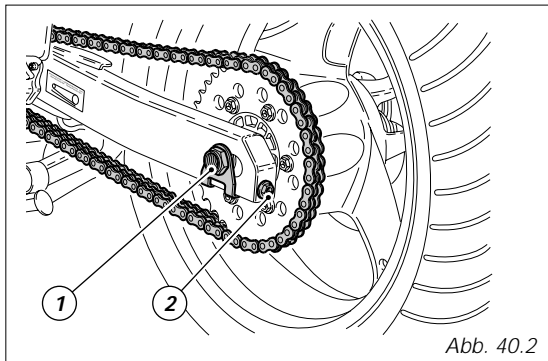

Abb. 40.2
Zum Einstellen der Spannung die Mutter (1, Abb. 40.2) der Radachse lockern, die Schraube (2) im Uhrzeigersinn drehend und im gleichen Ausmaß, an beiden Seiten der Schwinge anschrauben und so die Spannung erhöhen oder, für deren Minderung, lösen. In diesem Fall muss das Rad jedoch nach vorne geschoben werden.